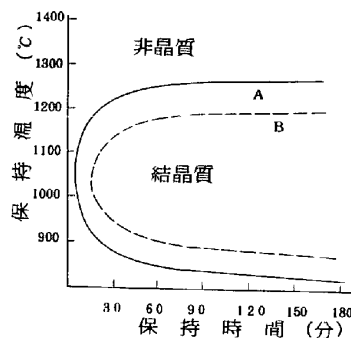

図1 恒温変態曲線
10. 表, 図, 写真の説明は和文とし, 番号は各々表1, 図1, 写真1と表示する。説明は図, 写真の場合その下部に, 表の場合その上部に書くこと。(例4, 6参照)